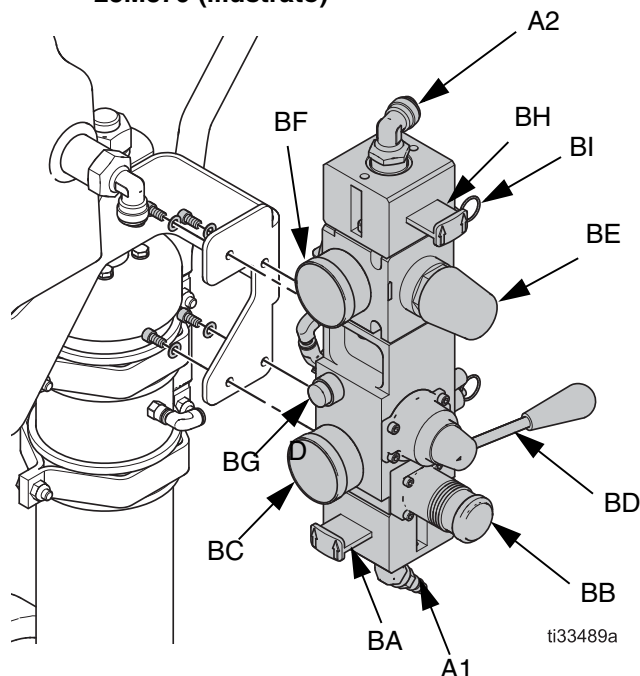

FIG. 1
1. Utilizzando quattro viti con rondelle, fissare il modulo di comandi pneumatici integrati all staffa di montaggio. Vedere: FIG. 1.